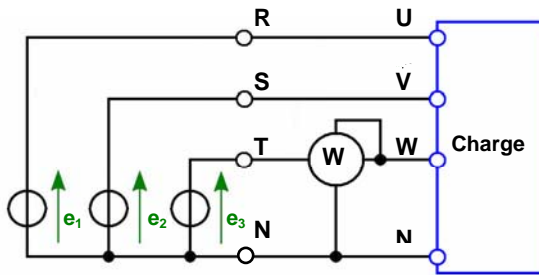

Fig. 7.6-4a
1. soit le neutre est accessible : le montage est représenté sur la figure 7.6-4a) ;